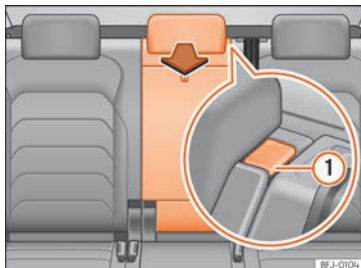

Abb. 134 Rücksitzlehne: Öffnung der Durchladeeinrichtung.
- Entriegelungstaste »» **Abb. 134** ① drücken und Deckel der Durchladevorrichtung nach vorn klappen »» **⚠**.